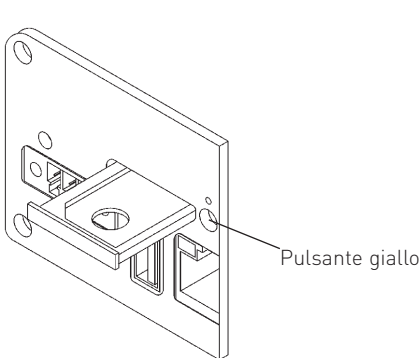

Fig. 9 Porta scheda SIM, premere il pulsante giallo.
- Premere saldamente il pulsante giallo accanto al porta scheda SIM ed estrarre il porta scheda, fig. 9. Collocare la scheda SIM nel porta scheda con i contatti rivolti verso l'alto e inserire il porta scheda nel modem.